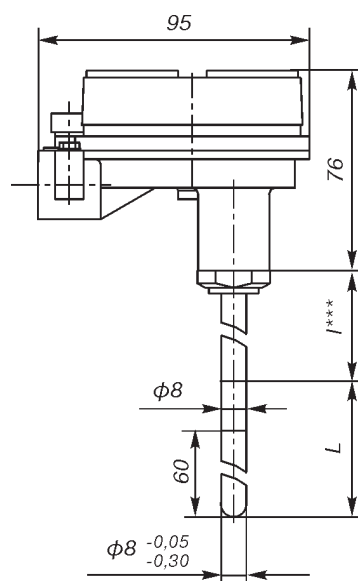

Рис. 4**
*** I=120, 160, 200 мм - для Метран-281-Exd, Метран-288-Exd по рис. 4, 5;
I=80 мм - для Метран-286-Exd, -288-Exd по рис. 4, 5.